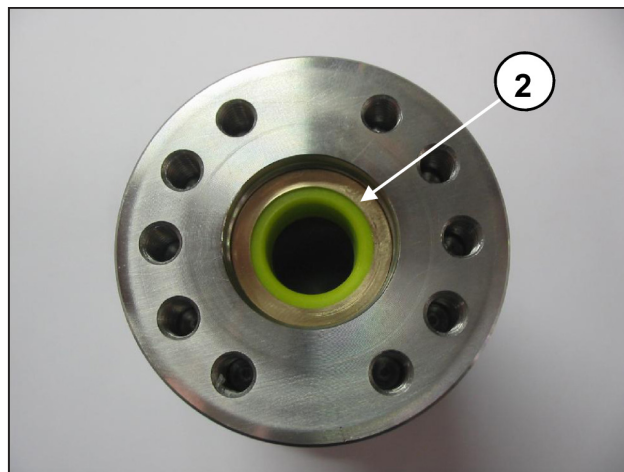
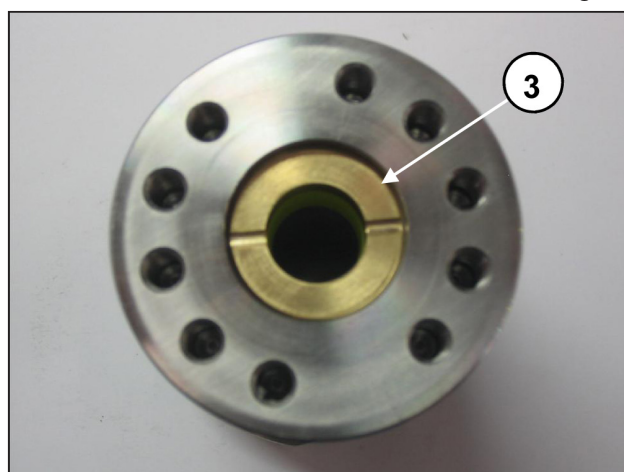
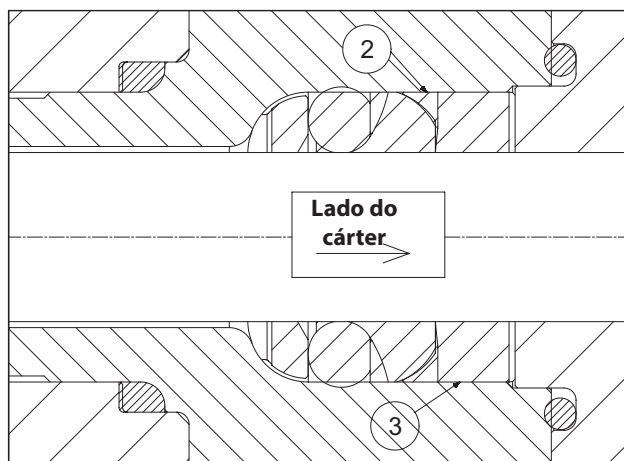

Fig. 42
Fig. 43
Fig. 44
- Introduza o anel anti-extrusão ② e o casquilho de juntas de vedação ③ posicionados, conforme as Fig. 42, Fig. 43, Fig. 44.
O casquilho de juntas de vedação ③ deve ser introduzido no suporte com as descargas viradas para o exterior (lado do cârter), conforme indicado na Fig. 43 e na Fig. 44.